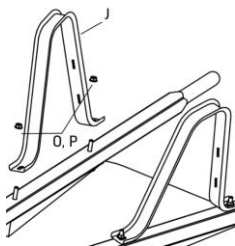

fig. 3
5. Assurez-vous que les trous dans la patte (J) font face au côté arrière de la cuve (fig. 3).
6. Placez la patte sur les boulons et fixez-la au manche sans serrer, au moyen des rondelles-frein (O) et des écrous (P) (fig. 3).